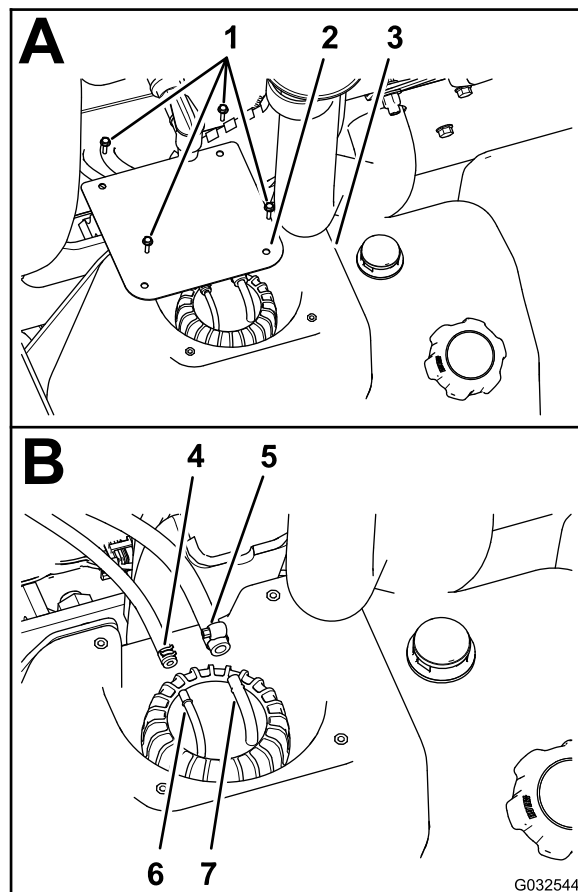

Рисунок 78
2. На топливном баке выверните 4 винта (№ 10 x ¾ дюйма), которые крепят крышку к верхней части топливного бака, и снимите крышку (Рисунок 78А).
3. Ослабьте хомуты крепления 2 топливных шлангов к 2 шланговым штуцерам в верхней части узла вертикальной трубы (Рисунок 78В).
4. Отсоедините 2 шланга от шланговых штуцеров и дайте топливу стечь из шлангов в утвержденную к применению топливную емкость (Рисунок 78В).
4. Подсоедините топливный шланг диам. 6,4 мм к шланговому штуцеру 6,4 мм и закрепите шланг на штуцере с помощью шлангового хомута (Рисунок 78В).
5. Подсоедините топливный шланг диам. 8 мм к шланговому штуцеру 8 мм и закрепите шланг на штуцере с помощью шлангового хомута (Рисунок 78В).
6. Установите крышку на бак (Рисунок 78А), закрепив ее с помощью 4 винтов (№ 10 x $\frac{3}{4}$ дюйма), снятых при выполнении пункта 2 раздела Удаление топливного фильтра из бака (страница 71).